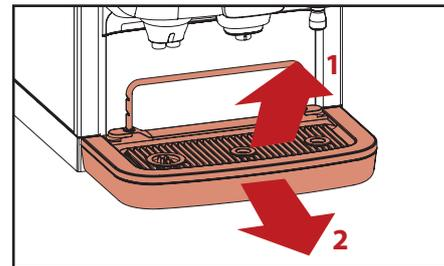

Fig. 5.3 - Retirar bandejas de tazas y goteo
2. Retire la bandeja de las tazas levantándola de la barra (fig. 5.3, 1).
3. Retire la bandeja de goteo (fig. 5.3, 2).